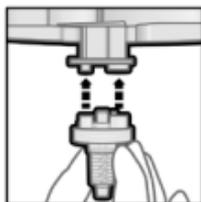

图2
3. 将一个Dynamix混合头（已配备）装在药筒的开口上。（图2）